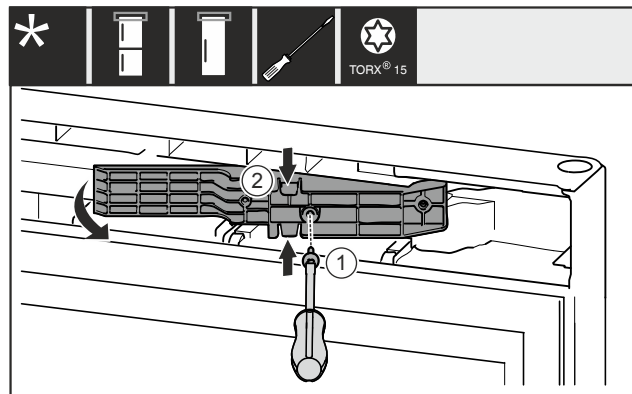

Fig. 16 *
- Rimuovere la vite Fig. 16 (1).*
- Comprimere leggermente l'adattatore Fig. 16 (2) in alto e in basso ed estrarlo.*